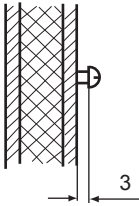

Fig. 10
2. dans l'orifice situé au milieu (fig.9) introduisez une des vis en bois. Et l'appareil sera suspendu à cette vis qui ne sera pas entièrement introduite. Laissez environ 3mm hors du mur (fig.10).